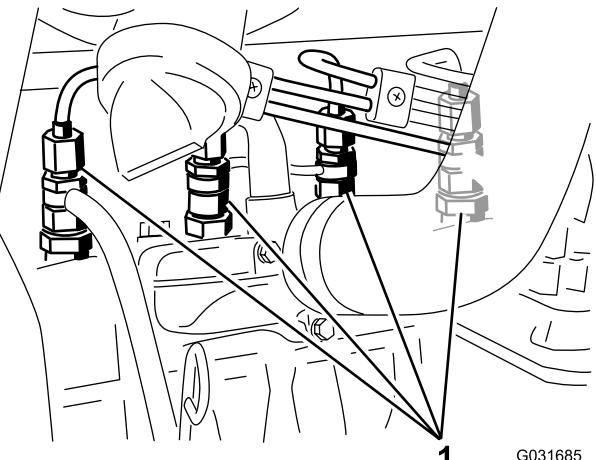

図 41
1. 燃料噴射ポンプの No.1 インジェクタノズル図 41 のパイプ接続部をゆるめる。